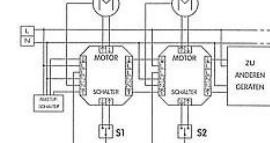

Abbildung 3
- Gemäß Abbildung 3 kann eine beliebige Anzahl Relais an den Bildschirm angeschlossen werden.